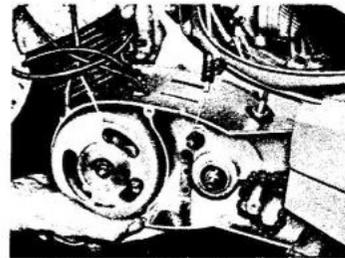

Abb. 18 Motor aus dem Fahrgestell heben
- Vordere Befestigungsschraube, Sechskantschraube M  $8 \times 50$  und Federring, von der linken Seite aus mit einem Steckschlüssel (SW 14) herausdrehen. Motor mit einer Hand abstützen und aus dem Fahrgestell nach vorn unten, wie aus Abb. 18 ersichtlich, herausheben.